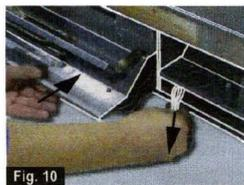

Fig. 10
- Faire passer la barrette 3 plots avec ses fils derrière la patte qui sépare les deux caissons de ventilation ( Fig. 10 ), puis repositionner le caisson gauche sans oublier de remettre les vis.